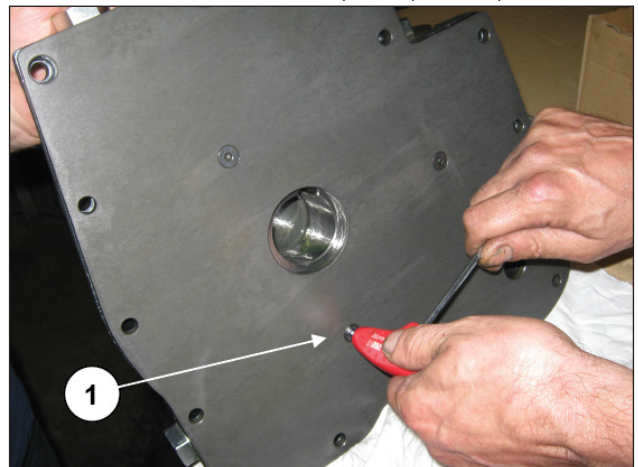
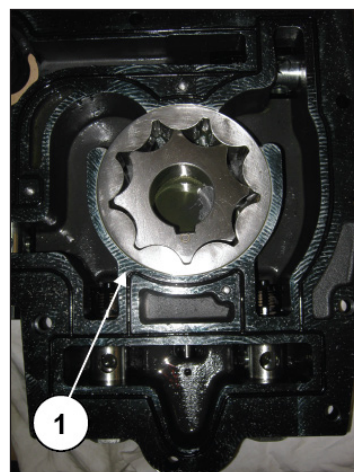

Abb. 51
Abb. 52
Der Ausbau der Ölpumpe muss in der korrekten Reihenfolge vorgenommen werden. Demontieren Sie die hintere Platte des Ölpumpenkörpers durch Abdrehen der drei Schrauben M6 (Pos. ①, Abb. 51), um Zugang zu den Ölpumpenrotoren zu erhalten und entfernen Sie diese (Pos. ①, Abb. 52).